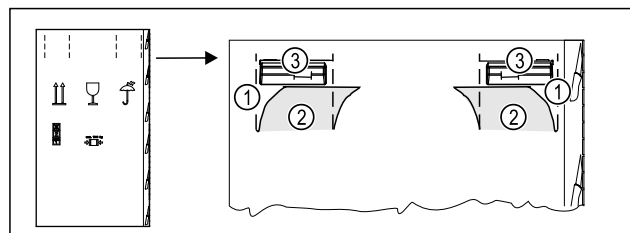

Fig. 6
- Comprimere il cartone di imballaggio in alto sulla perforazione Fig. 6 (1).
- Estrarre le linguette compresse Fig. 6 (2).
- La maniglia di trasporto Fig. 6 (3) a destra e a sinistra è visibile.
- Tenere l'apparecchio dalle maniglie di trasporto Fig. 6 (3).